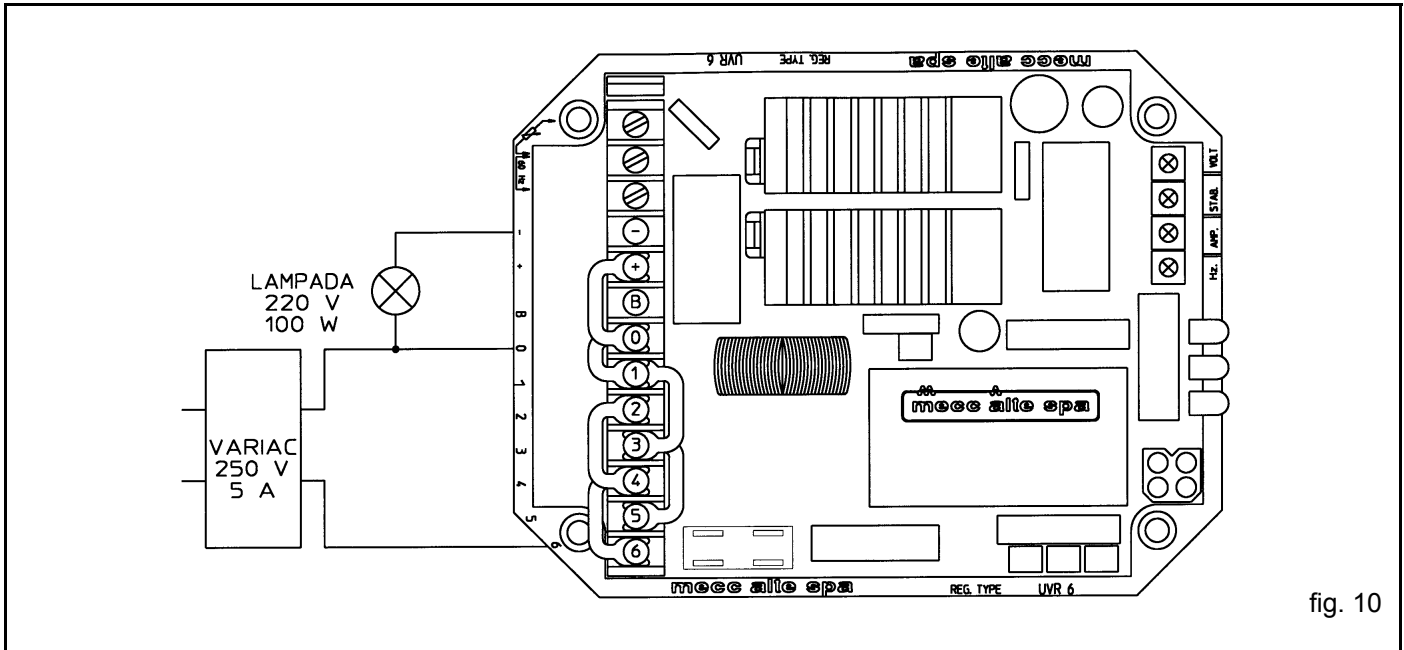

fig. 10
-) Vorbereitung der Anschlüsse gem. Abb. 10.
-) Prepare the connection diagram as shown in figure 10.